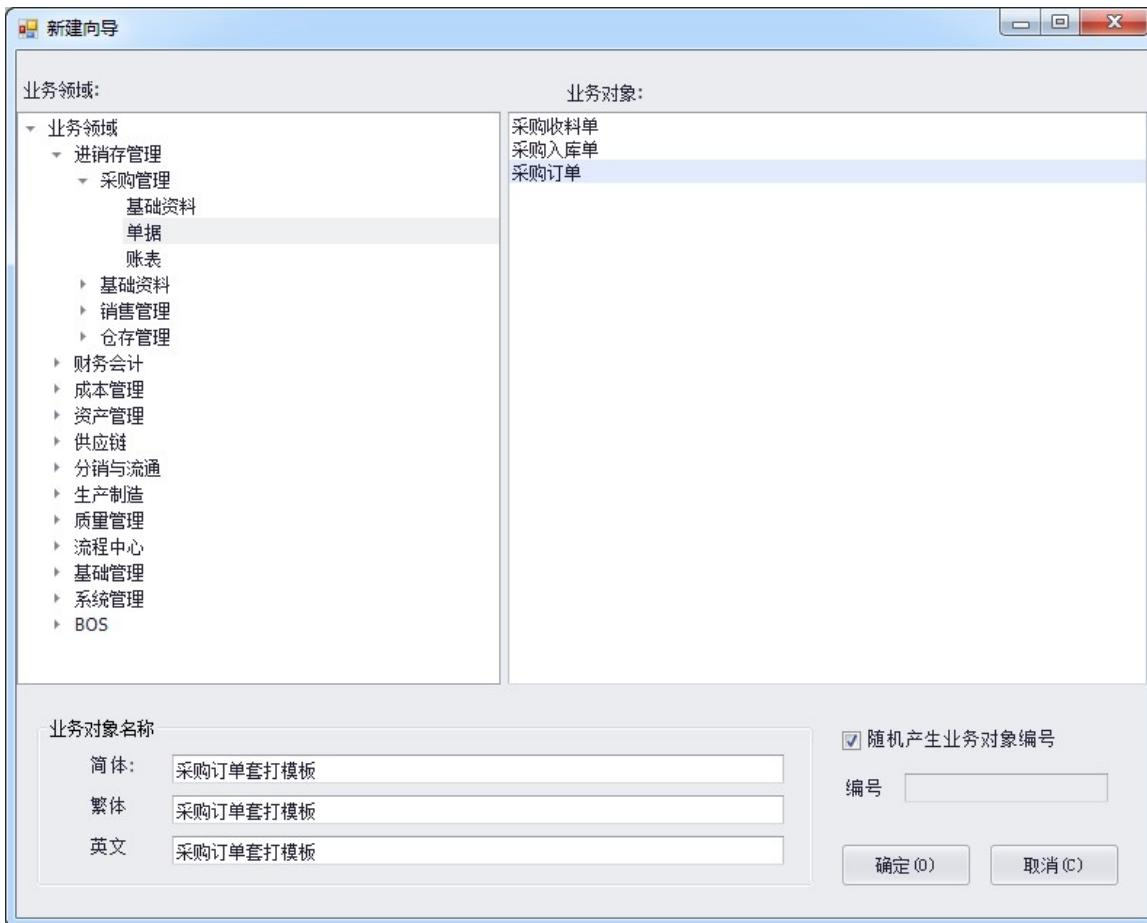

图 6-1-4 套打模板新建向导
- 4、在主菜单上选择【文件】—【新建】，打开套打模板新建向导，左侧选择业务对象类型为单据，右侧选择业务对象为采购订单，输入业务对象名称为“采购订单套打模板”，点击确定打开套打模板设计界面。如图6-1-4所示。